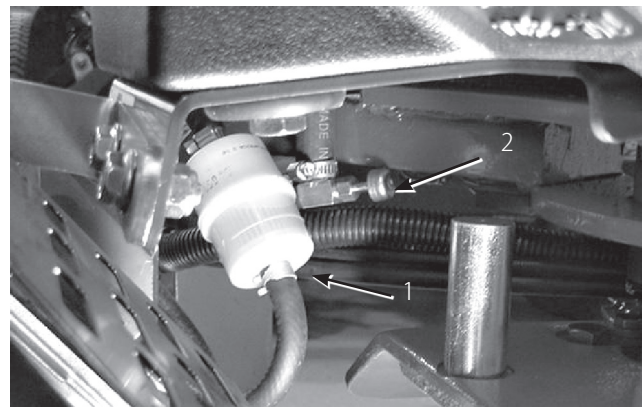

図 50
3. 燃料バルブ (図50) を閉じる。
4. 燃料ホースのクランプをしっかりと握り込んでゆるめ、フィルタから外す (図50)。
6. 新しいフィルタを取り付け、クランプを掛けて固定する。(図50)。
8. 燃料バルブ (図50) を閉じる。
2. 燃料バルブ (図50) を閉じる。
3. フィルタを固定しているホース・クランプをゆるめ、クランプをフィルタからはずす (図50)。
4. フィルタから燃料ホースを抜き取る (図50)。燃料バルブを開き、排出される燃料を容器に受ける。
5. フィルタに燃料ホースをつなぎ、クランプで固定する。(図50)